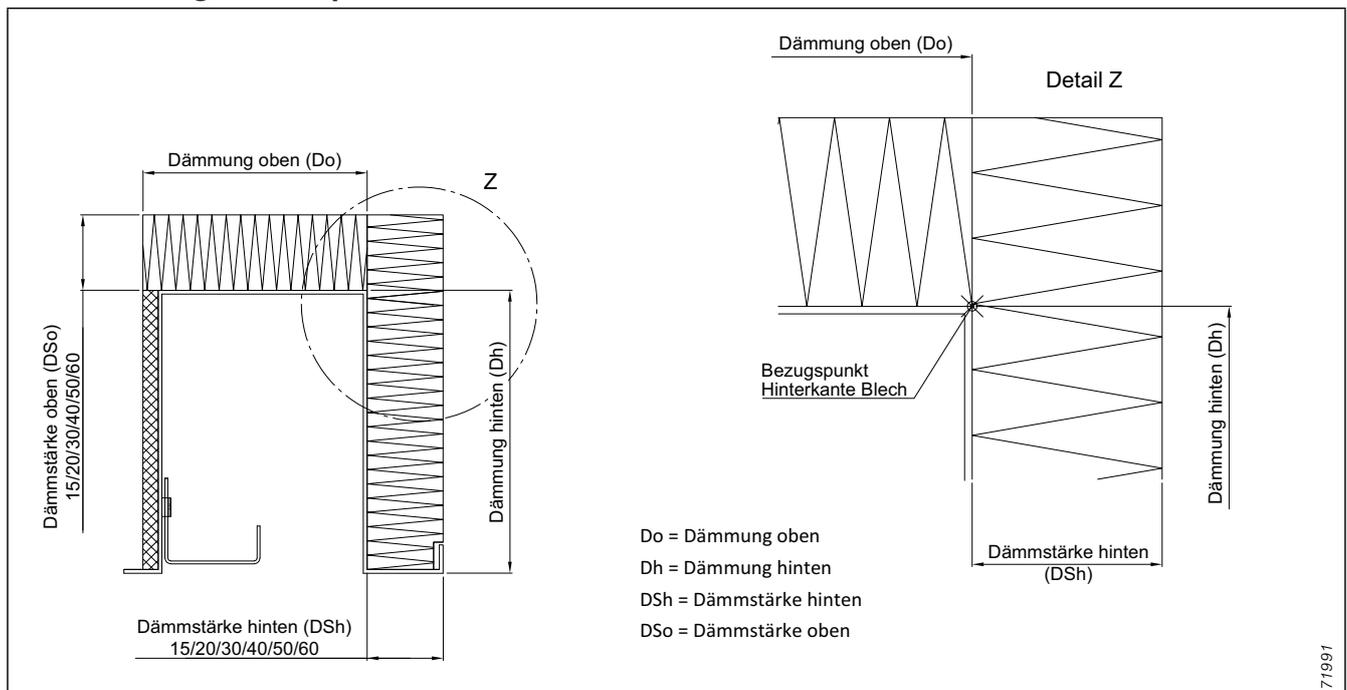

Abb. 101: Maßermittlung am Beispiel Blendenform Putz
- Der Bezugspunkt befindet sich generell an der Hinterkante der Blende siehe Abb. 101 auf Seite 118